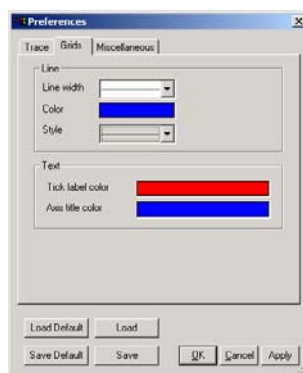

图 5-101 显示屏网格的属性“Grids”选项卡
2) Grids 选项卡，如图 5-101 所示。在 Grids 选项卡中可设定显示屏网格的属性，其中 Line width、Color、Style 功能同上，“Tick label color”用于设置刻度文字的颜色、“Axis title color”用于设置刻度坐标轴标题文字的颜色。